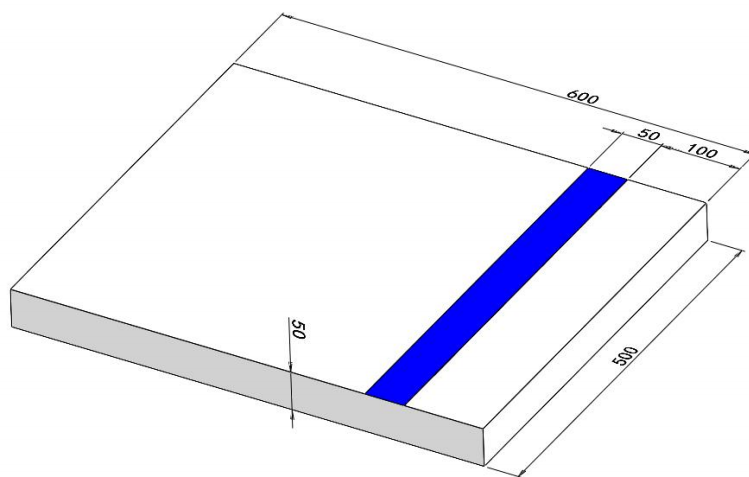

图 12 高台标识示意图（单位：mm）
4.高台：如图 12 所示，高台上距离边沿 100mm 处印有 500*50mm 蓝色色带。